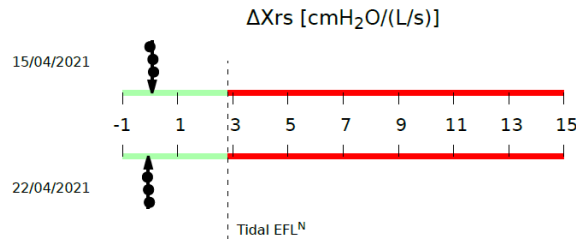

Figura 73 - Limitazione del flusso espiratorio nella respirazione corrente
- Se è stato impiegato lo stimolo a 5 Hz, un ulteriore grafico è mostrato in fondo alla pagina (Figura 73). Questo grafico mostra la media e la deviazione standard di ΔXrs calcolato su tutte le misure della sessione. I punti neri rappresentano i valori medi di ΔXrs delle misure singole. ΔXrs è la differenza tra la reattanza media inspiratoria ed espiratoria ed è un indice della limitazione del flusso espiratorio (expiratory flow limitation *EFL*) durante la respirazione (*Dellacà et al., ERJ, 2004*). Un valore soglia pari a 2.81 cmH₂O/(L/s) è utilizzato per classificare il respiro del paziente come limitato o non-limitato. (*Dellacà et al., ERJ, 2004*). La freccia è nella parte verde del grafico, il paziente non presenta limitazioni del flusso durante la respirazione. Una freccia nella parte rossa del grafico indica presenza di *EFL*.